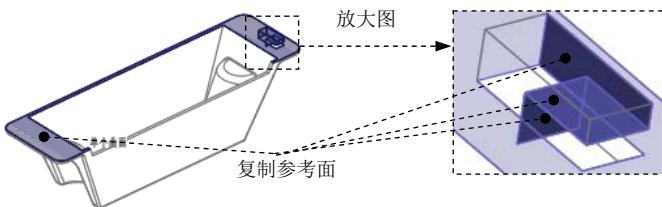

图 12.31 选取复制曲面
(1) 为了方便选取图元, 将坯料遮蔽。
(2) 利用“模型显示”工具栏切换模型的显示状态。在屏幕右下方的“智能选取栏”中选择“几何”选项。按住 Ctrl 键选取图 12.31 所示的加亮曲面, 松开 Ctrl 键, 完成复制曲面的选取。
(3) 单击 **模具** 功能选项卡 **操作** ▾ 区域中的“复制”按钮 .
(4) 单击 **模具** 功能选项卡 **操作** ▾ 区域中的“粘贴”按钮 , 系统弹出 **曲面: 复制** 操控板。
(5) 在 **曲面: 复制** 操控板中单击 按钮。